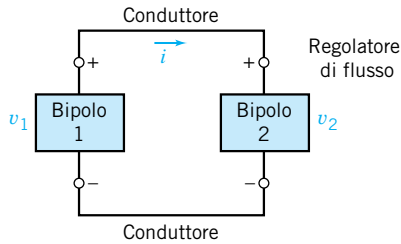

Figura 1.10-1
Un piccolo razzo sperimentale usa un circuito con due bipoli, come mostrato in Figura 1.10-1, per controllare una valvola che regola il getto dal momento del distacco a $t = 0$ fino allo spegnimento del razzo dopo un minuto. L'energia che deve essere fornita dal bipolo 1 per un minuto è 40 mJ. Il bipolo 1 è una batteria che deve essere scelta.
4. Il modello del circuito, come mostrato in Figura 1.10-1, assume che la tensione ai capi dei due bipoli sia uguale; cioè, $v_1 = v_2$.